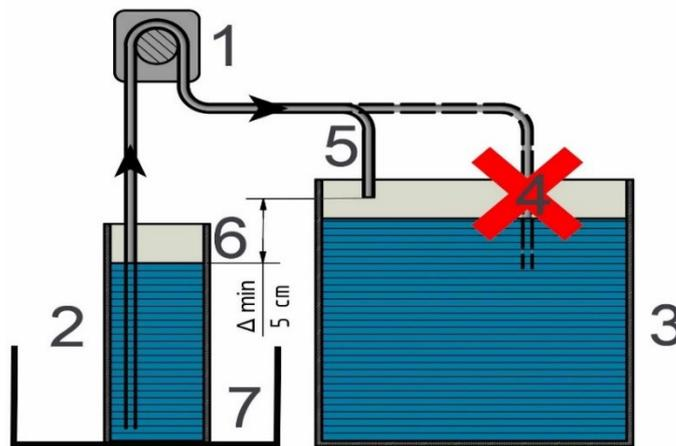

Fig. 1: Istruzioni di sicurezza:
La pompa dosatrice (1) è autoadescante e deve essere installata come da Fig. 1. Questo è l'unico modo per prevenire il totale riempimento del contenitore (2). Si raccomanda di tenere i tubi più corti possibile (altezza acqua max. 2 m = 0.2 bar), tuttavia il tubo dalla parte dell'aspirazione deve raggiungere il fondo del contenitore (2). Per prevenire il riflusso, fate in modo che il tubo non entri in acqua (4). Il livello d'acqua nel contenitore (6) deve essere sempre sotto al livello del tubo dosatore (5). Il livello d'acqua nel filtro/acquario (3) non è importante se si rispettano queste istruzioni.